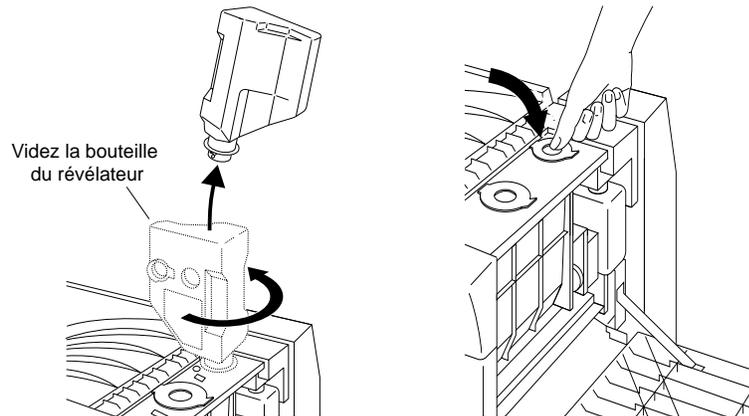

Figure 4-19 Retrait de la bouteille du révélateur et fermeture du couvercle du remplisseur
10. Tournez la bouteille du révélateur de 180° dans le sens inverse et retirez-la, comme illustré à la Figure 4-19.
11. Fermez le couvercle du remplisseur du révélateur, comme illustré à la Figure 4-19.